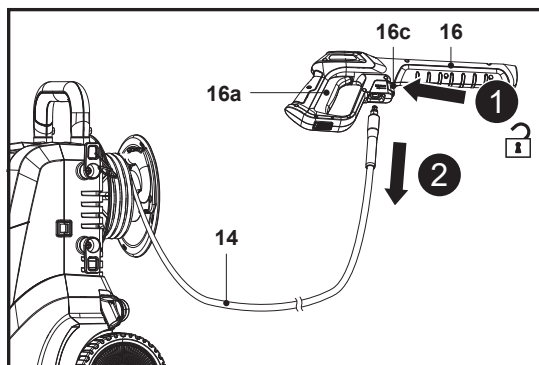

Fig. 8
**AVISO! NUNCA DÊ NÓS NA MANGUEIRA DE PRESSÃO (14) NEM A DOBRE, POIS TAL PODERIA RESULTAR EM DANOS.**
3. Para desconectar a mangueira de pressão (14) da pistola de pulverização (16), empurre a alavanca de libertação rápida (16c) em direção à mangueira de pressão (14), mantendo-a no lugar e, em seguida, puxe para fora a mangueira de pressão (14) (Fig. 8, passos 1, 2).